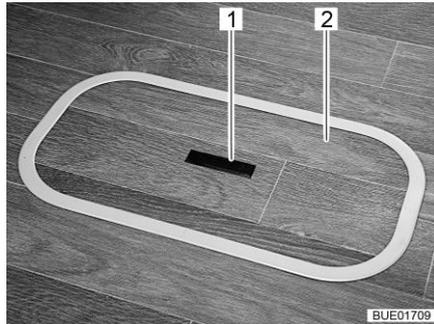
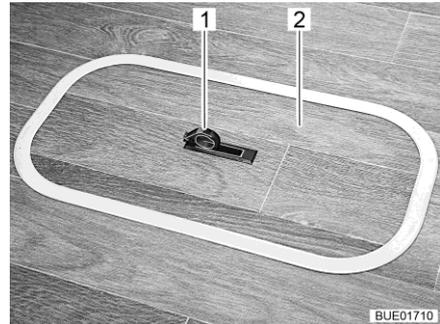

Fig. 50 Couvercle compartiment dans le plancher (poignée encastrée)
Fig. 51 Couvercle compartiment dans le plancher (poignée pivotée vers l'extérieur)
- Pousser la plaque de la poignée (Fig. 50,1) vers le bas d'un côté. La poignée (Fig. 51,1) pivote vers le haut.
- Tirer le couvercle (Fig. 50,2 et Fig. 51,2) vers le haut pour le retirer.